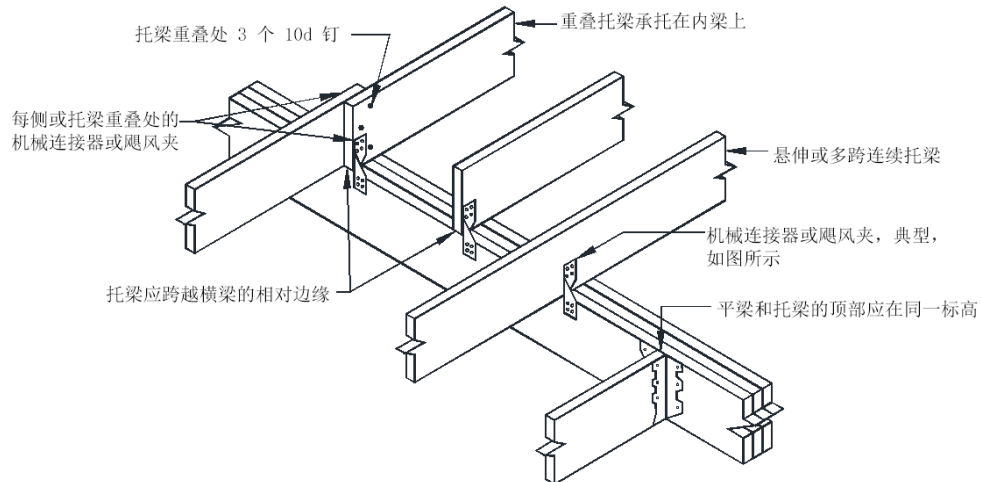

图 12: 托梁到横梁的连接
- 每个托梁应按照图 12 固定在横梁上。
- 如图 12 所示，允许多跨托梁通过一个机械连接器连续跨越下内落梁，或在每个托梁处与机械连接器重叠。